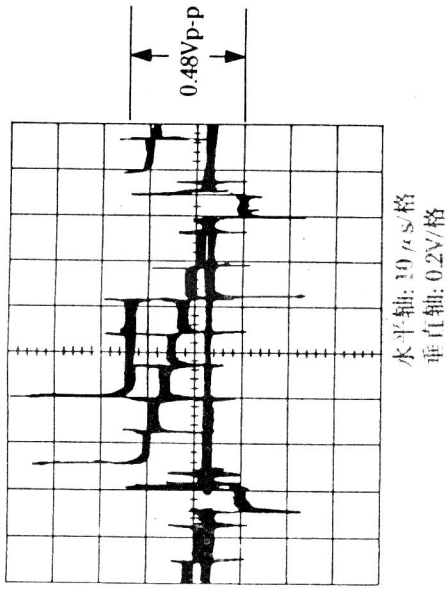

图9
- ②将示波器与测试点相连,并将示波器设置于外触发状态,其外触发端与BW05的混频和同步信号相连;
③调节示波器,使显示的波形的周期约为2
④调节PN38,使波形的同步头与白色峰值间幅度约为0.48Vp-p,如图9所示;
⑤在用“重放亮度信号输出电平的调试”中的方法调节PN04(重放亮度信号输出电平)后,再调节PN38(FM频偏控制),使BW02的重放亮度信号输出电平为 $2.0 \pm 0.15$  Vp-p。